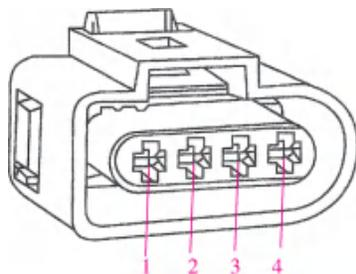

图 4-5 测量插头插孔间电压
- ① 拔出线束插头。
- ② 打开点火开关。
- ③ 测量进气歧管翻板电动机插头插孔 4 与地线间电压，然后测量插头插孔 4 和 1 之间电压，标定值约为蓄电池电压，如图 4-5 所示。
- ④ 使用电路图检查接线盒和插头间是否断路：触点 2 和插口 81，触点 3 和插口 75，导线电阻最大为 1.5 Ω。